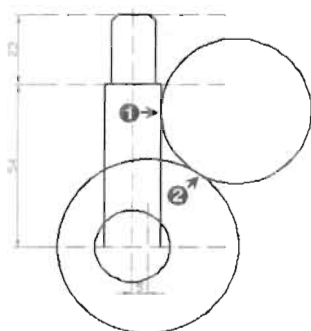

图 6-41
(3) 执行“绘图>圆>相切、相切、半径”菜单命令, 绘制半径为 24 的圆, 效果如图 6-41 所示, 命令执行过程如下。